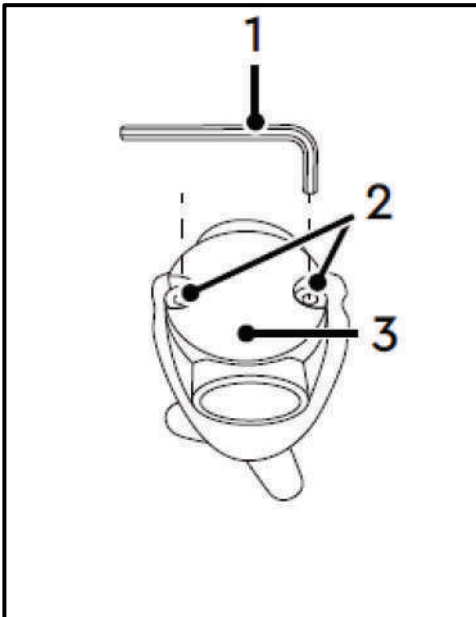

Рис. 8
- Послабте ключем (1) (5 мм) гвинти (2) кріплення (3) рукояток (Рис. 8).
- Затягніть ключем (1) (5 мм) гвинти (2) (Рис. 8).